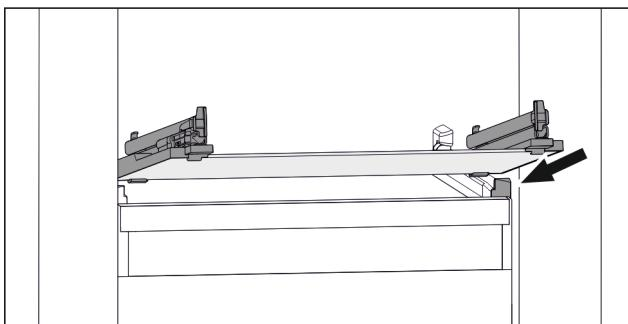

Fig. 83 Príklad zobrazenia sklenenej dosky
- Nasadte sklenenú dosku šikmo za zarážkami. (pozri Fig. 83)